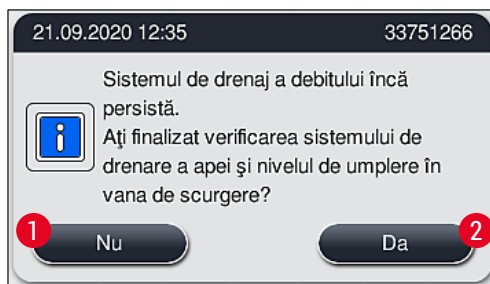

Fig. 124
2. După 5 minute și după ce s-au efectuat alte încercări de curățare, dar blocajul persistă, un mesaj (→ "Fig. 124") de pe ecran anunța utilizatorul că nivelul apei este încă prea ridicat. Apăsând **Nu** (→ "Fig. 124-1"), utilizatorul poate prelungi timpul de așteptare cu încă 5 minute pentru a efectua alte încercări de curățare. Dacă încercările ulterioare de curățare din acest al doilea interval reușesc, situația este rezolvată așa cum este descris la punctul 1. Dacă este necesar un timp suplimentar pentru măsurile de curățare, apăsați din nou **Nu** (→ "Fig. 124-1"). Intervalul poate fi repetat de mai multe ori. Dacă blocajul nu a putut fi eliberat în ciuda tuturor încercărilor de curățare, apăsați **Da** (→ "Fig. 124-2") pentru a porni un proces de avort controlat, consultați următoarele secțiuni 3 și 4.